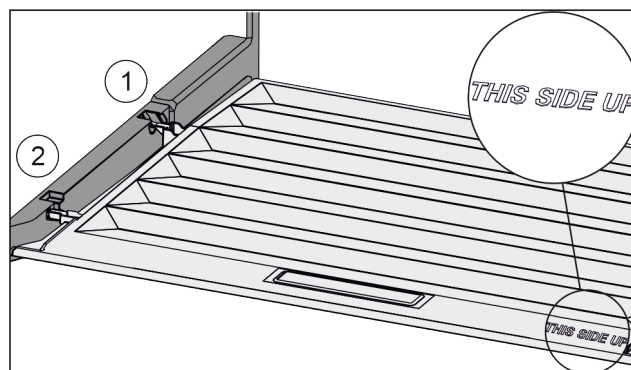

Fig. 83
- ▶ Ramiona pokrywy wprowadzić ponad otworem tylnego uchwyty Fig. 83 (1) i zazębic z przodu w uchwycie Fig. 83 (2).